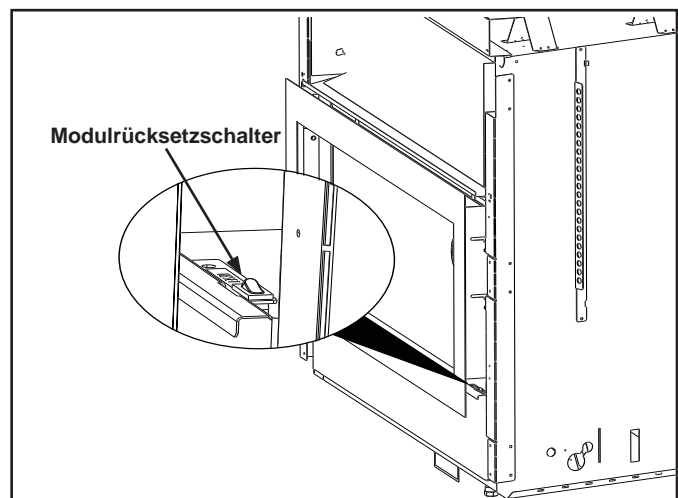

Figure 2.4 Machen Sie den Modulrücksetzschalter ausfindig - Tonic Türfront
- Machen Sie den Modulrücksetzschalter ausfindig. (Siehe Abb. 2.4 or 2.5).
- Warten Sie fünf (5) Minuten, bis sich eventuell angesammeltes Gas verflüchtigt hat.